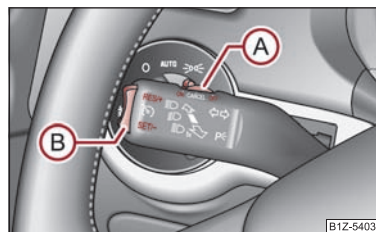

Abb. 117 Bedienungshebel: Wippe und Schalter der Geschwindigkeitsregelanlage
Bedient wird die Geschwindigkeitsregelanlage mit dem Schalter **A** → Abb. 117 und der Wippe **B** im linken Hebel des Multifunktionsschalters.
- Die gespeicherte Geschwindigkeit können Sie, ohne Betätigung des Gaspedals, durch Drücken der Wippe (B) → Seite 112, Abb. 117 in die Position **RES erhöhen**.
Die **Wiederaufnahme** der gespeicherten Geschwindigkeit erfolgt nach Loslassen des Brems- oder Kupplungspedals, bei Fahrzeugen mit automatischem Getriebe nur nach Loslassen des Bremspedals, und nach kurzem Drücken der Wippe (B) → Seite 112, Abb. 117 in die Position **RES**.
- Drücken Sie den Schalter (A) → Seite 112, Abb. 117 nach rechts in die Stellung **OFF**. ■